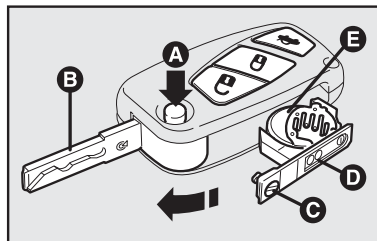

fig. 4
- apertar o botão **A-fig. 4** e colocar o encaixe metálico **(B)** na posição de abertura;